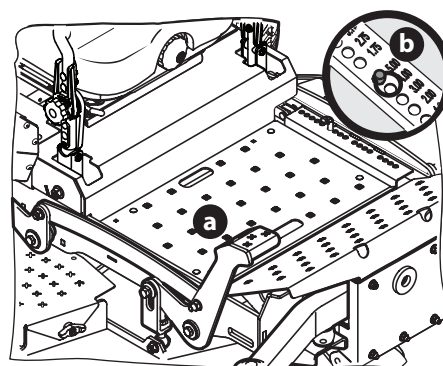

Figura 34
1. Con el pedal de elevación de la plataforma (a) suba la plataforma hasta su posición más alta, coloque el pasador de horquilla (b) adosado a la cortadora en el orificio deseado sobre el posicionamiento de altura de la plataforma; luego suelte lentamente el pedal de elevación de la plataforma (a) (Figura 34).